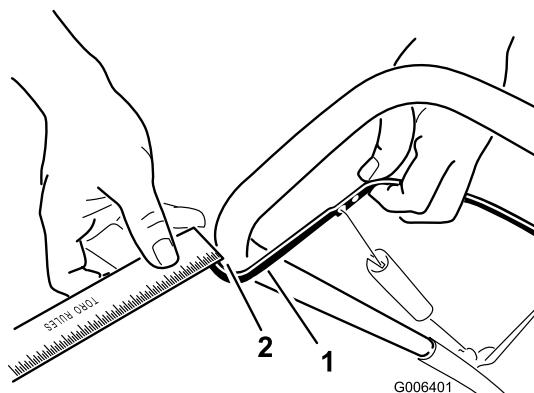

Figure 24
Rapprochez la barre de commande du guidon pour tendre le câble de commande (Figure 24).
Remarque: Vérifiez que la barre de commande et le guidon sont espacés de 2 à 3 mm (1/16 à 1/8 po) (Figure 24).
2. Accrochez le raccord en Z à un trou plus haut ou plus bas sur la biellette de réglage de manière à obtenir un écart de 2 à 3 mm (1/16 à 1/8 po) entre la barre de commande et le guidon (Figure 24).